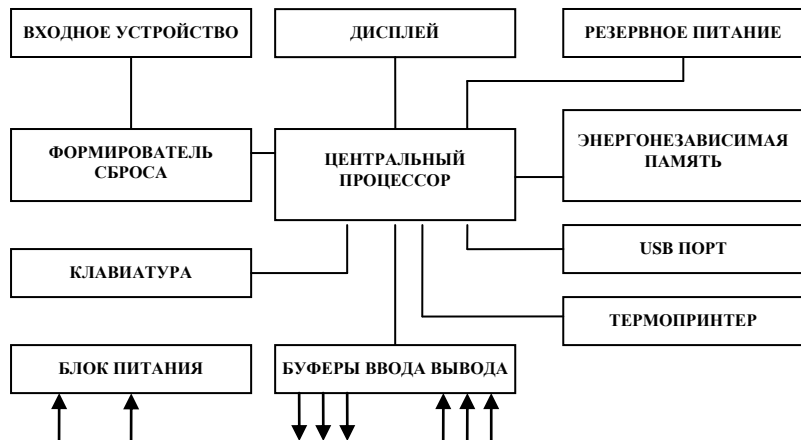

Рис. 1 Функциональная схема АСП БСО
4.3. АСП БСО представляет собой микропроцессорную систему, функциональная схема которой приведена на рис. 1 .
Рассмотрим назначение устройств, приведенных на функциональной схеме рис.1.: